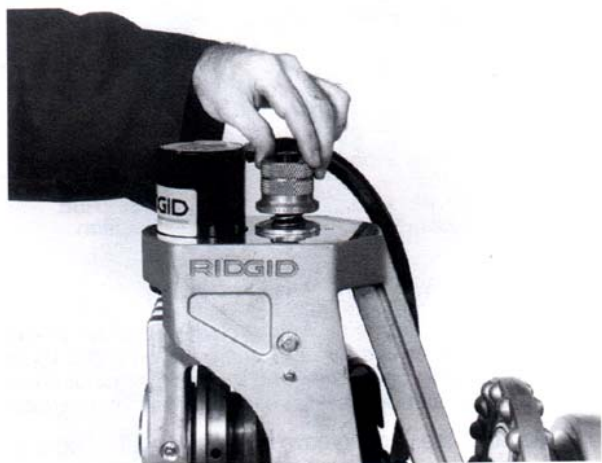

图 15—关闭带刻度的深度调节旋钮，回退直到旋钮底部与铸顶之间有一小间隙时为止。
3. 再将旋钮反方向退回一圈（见图 15）。
1. 先将安装托架在滚动开槽机的基座上找准, 使托架上的螺栓对准基座上的螺栓孔 (见图 15)。